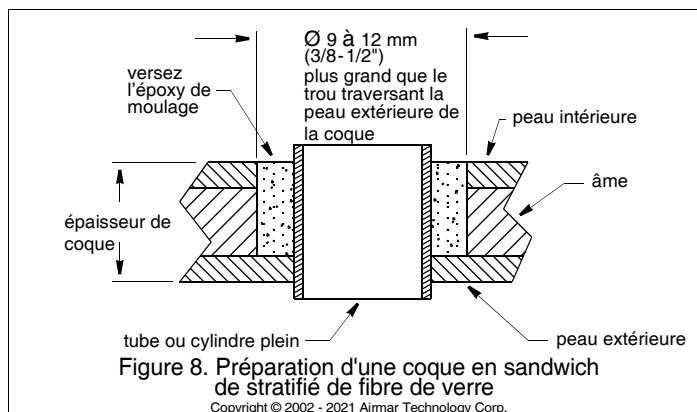

Figure 8. Préparation d'une coque en sandwich de stratifié de fibre de verre
2. Avec une scie cloche Ø 51 mm ou 2", découpez le trou depuis l'extérieur de la coque sans aller au-delà de la peau *extérieure* (figure 8).